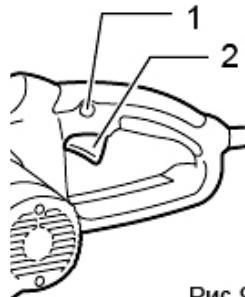

Рис.9
- Затем одновременно нажмите стопорную кнопку (1, Рис. 9 ниже) и клавишный выключатель (2, Рис. 9) на ручке цепной пилы, после чего цепь придет в движение и можно приступить к работе.